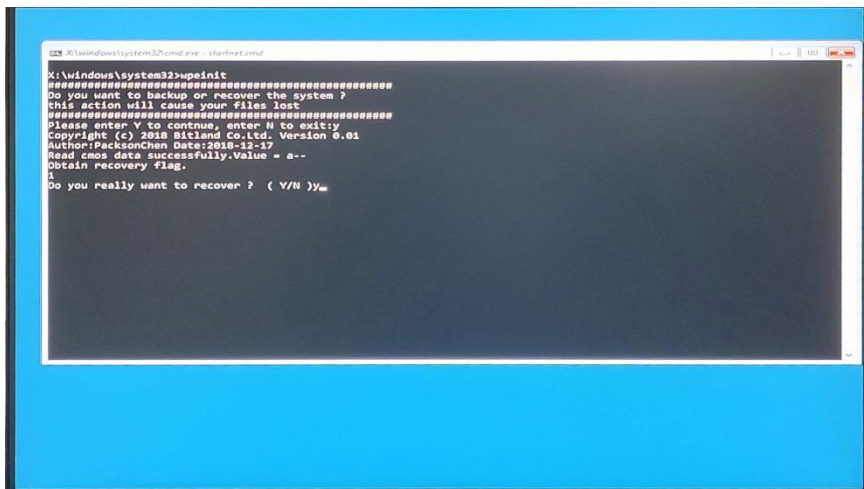

图 4 还原操作界面
(1) 检查工作：① 由于备份及还原操作过程中机器均不能外接存储设备，在操作之前务必先检查确认 USB 接口未连接外部存储设备，如 U 盘等，否则备份还原会出现错误；② 保证硬盘内存容量大小不小于 64G；
(2) 按电源键开机或上电开机后，连续点击键盘上的 F4 键，就能进入还原操作界面（如图 4 所示），连续输入 2 次“y”确认。
(4) 进入到系统还原界面（如图 6 所示），等待还原完成，还原完成后会自动重启，重启后会进入图 4，最后需按 Enter 键确认，等待进入系统即可。